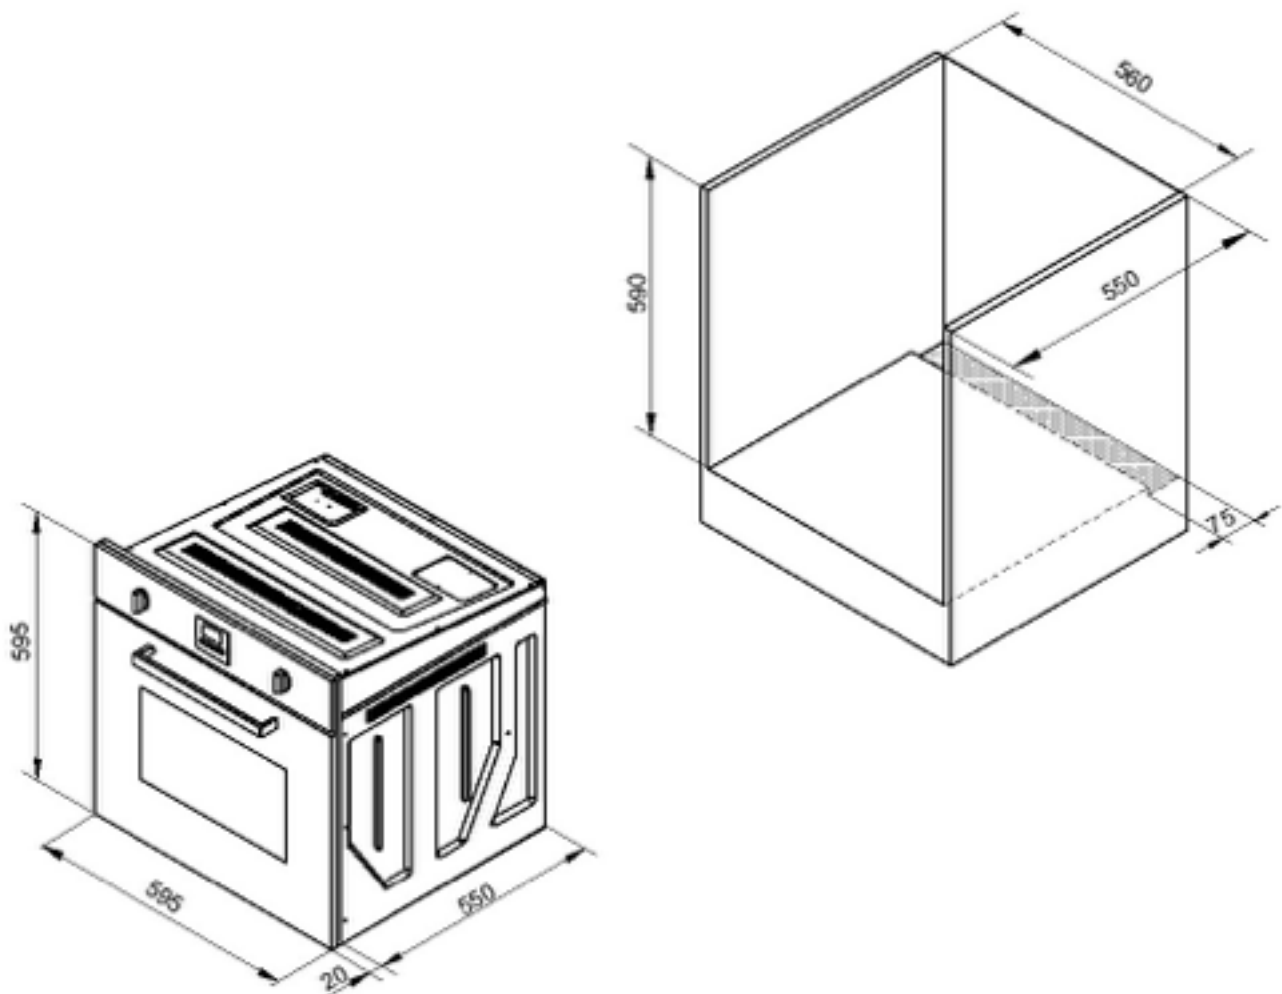
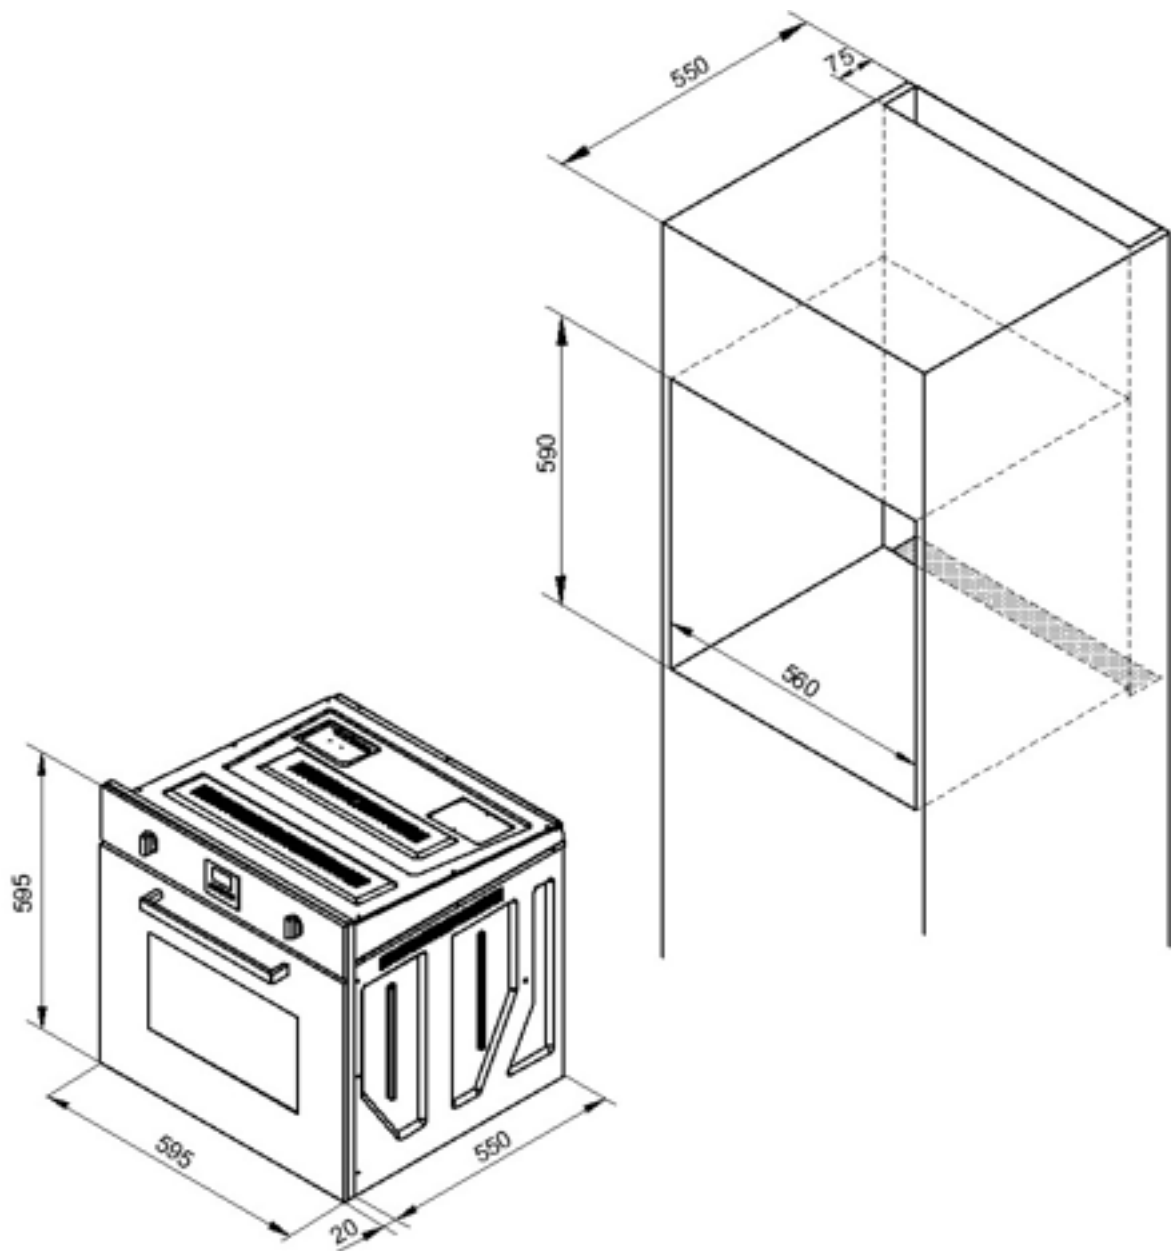

Figura 1
Figura 2
- ❖ El horno ha sido diseñado para ser instalado en un mueble de cocina . Se puede instalar ya sea bajo una encimera o en una unidad de armario más alto a nivel del ojo . Cortar una abertura en la unidad de cocina como se muestra en . (Véase la Figura 1 y la Figura 2)
- ❖ Para la circulación de aire más eficiente , el horno debe ser instalado de acuerdo con las dimensiones indicadas en (Ver Figura 1)